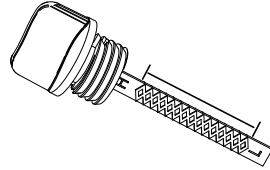

Figure 4-2. Plage de fonctionnement sécuritaire
4. Visser la jauge dans l'orifice de remplissage. Retirer la jauge et vérifier que le niveau est dans la plage de fonctionnement sécuritaire. Voir **Figure 4-2**.